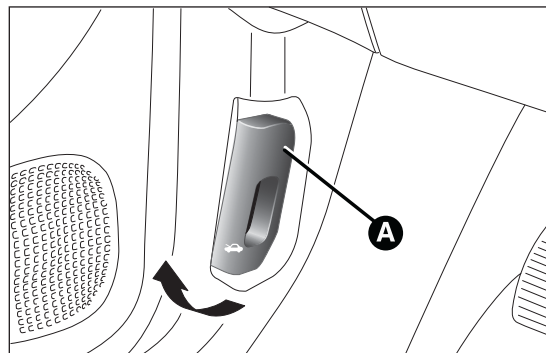

fig. 57
- ☐ tirar de la palanca A fig. 57 en el sentido indicado por la flecha;